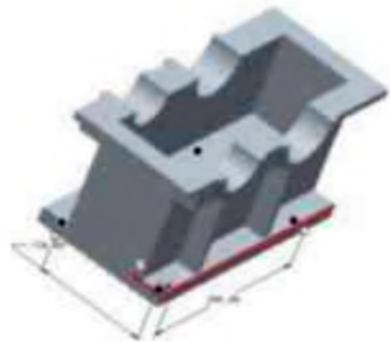

图 1-32
5) 在阵列操作板中的  框中单击，然后选取如图所示的边作为第二阵列方向的参照，输入该阵列的阵列子特征数目为 2，阵列间距值设为 290，如图 1-32 所示。如果方向不正确，可分别单击第一方向和第二方向后的按钮进行调整  单击  按钮或鼠标中键，完成方向阵列特征的创建，如图 1-33 所示。